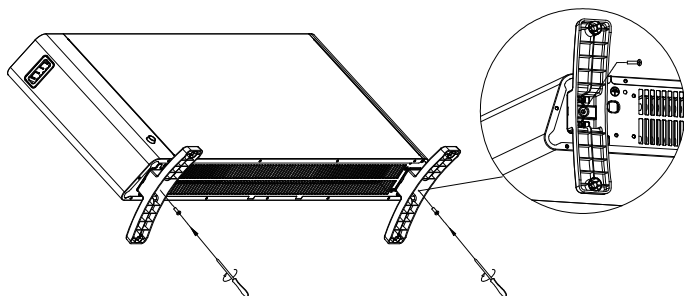

Fig.4
4.Fäst skruvarna på båda sidor av basen och dra åt dem ordentligt.(Fig. 4)